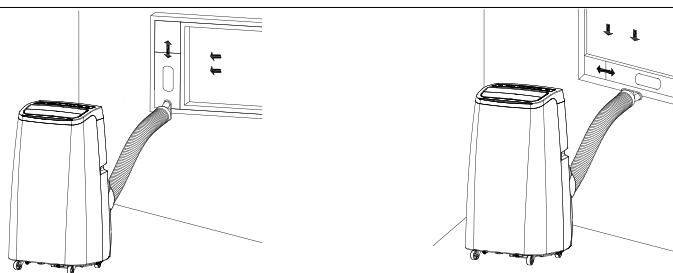

рис. 6
- ▶ защелкните плоский конец соединителя (16) воздуховода, отводящего теплый воздух, в эллиптическом отверстии (рис. 6)